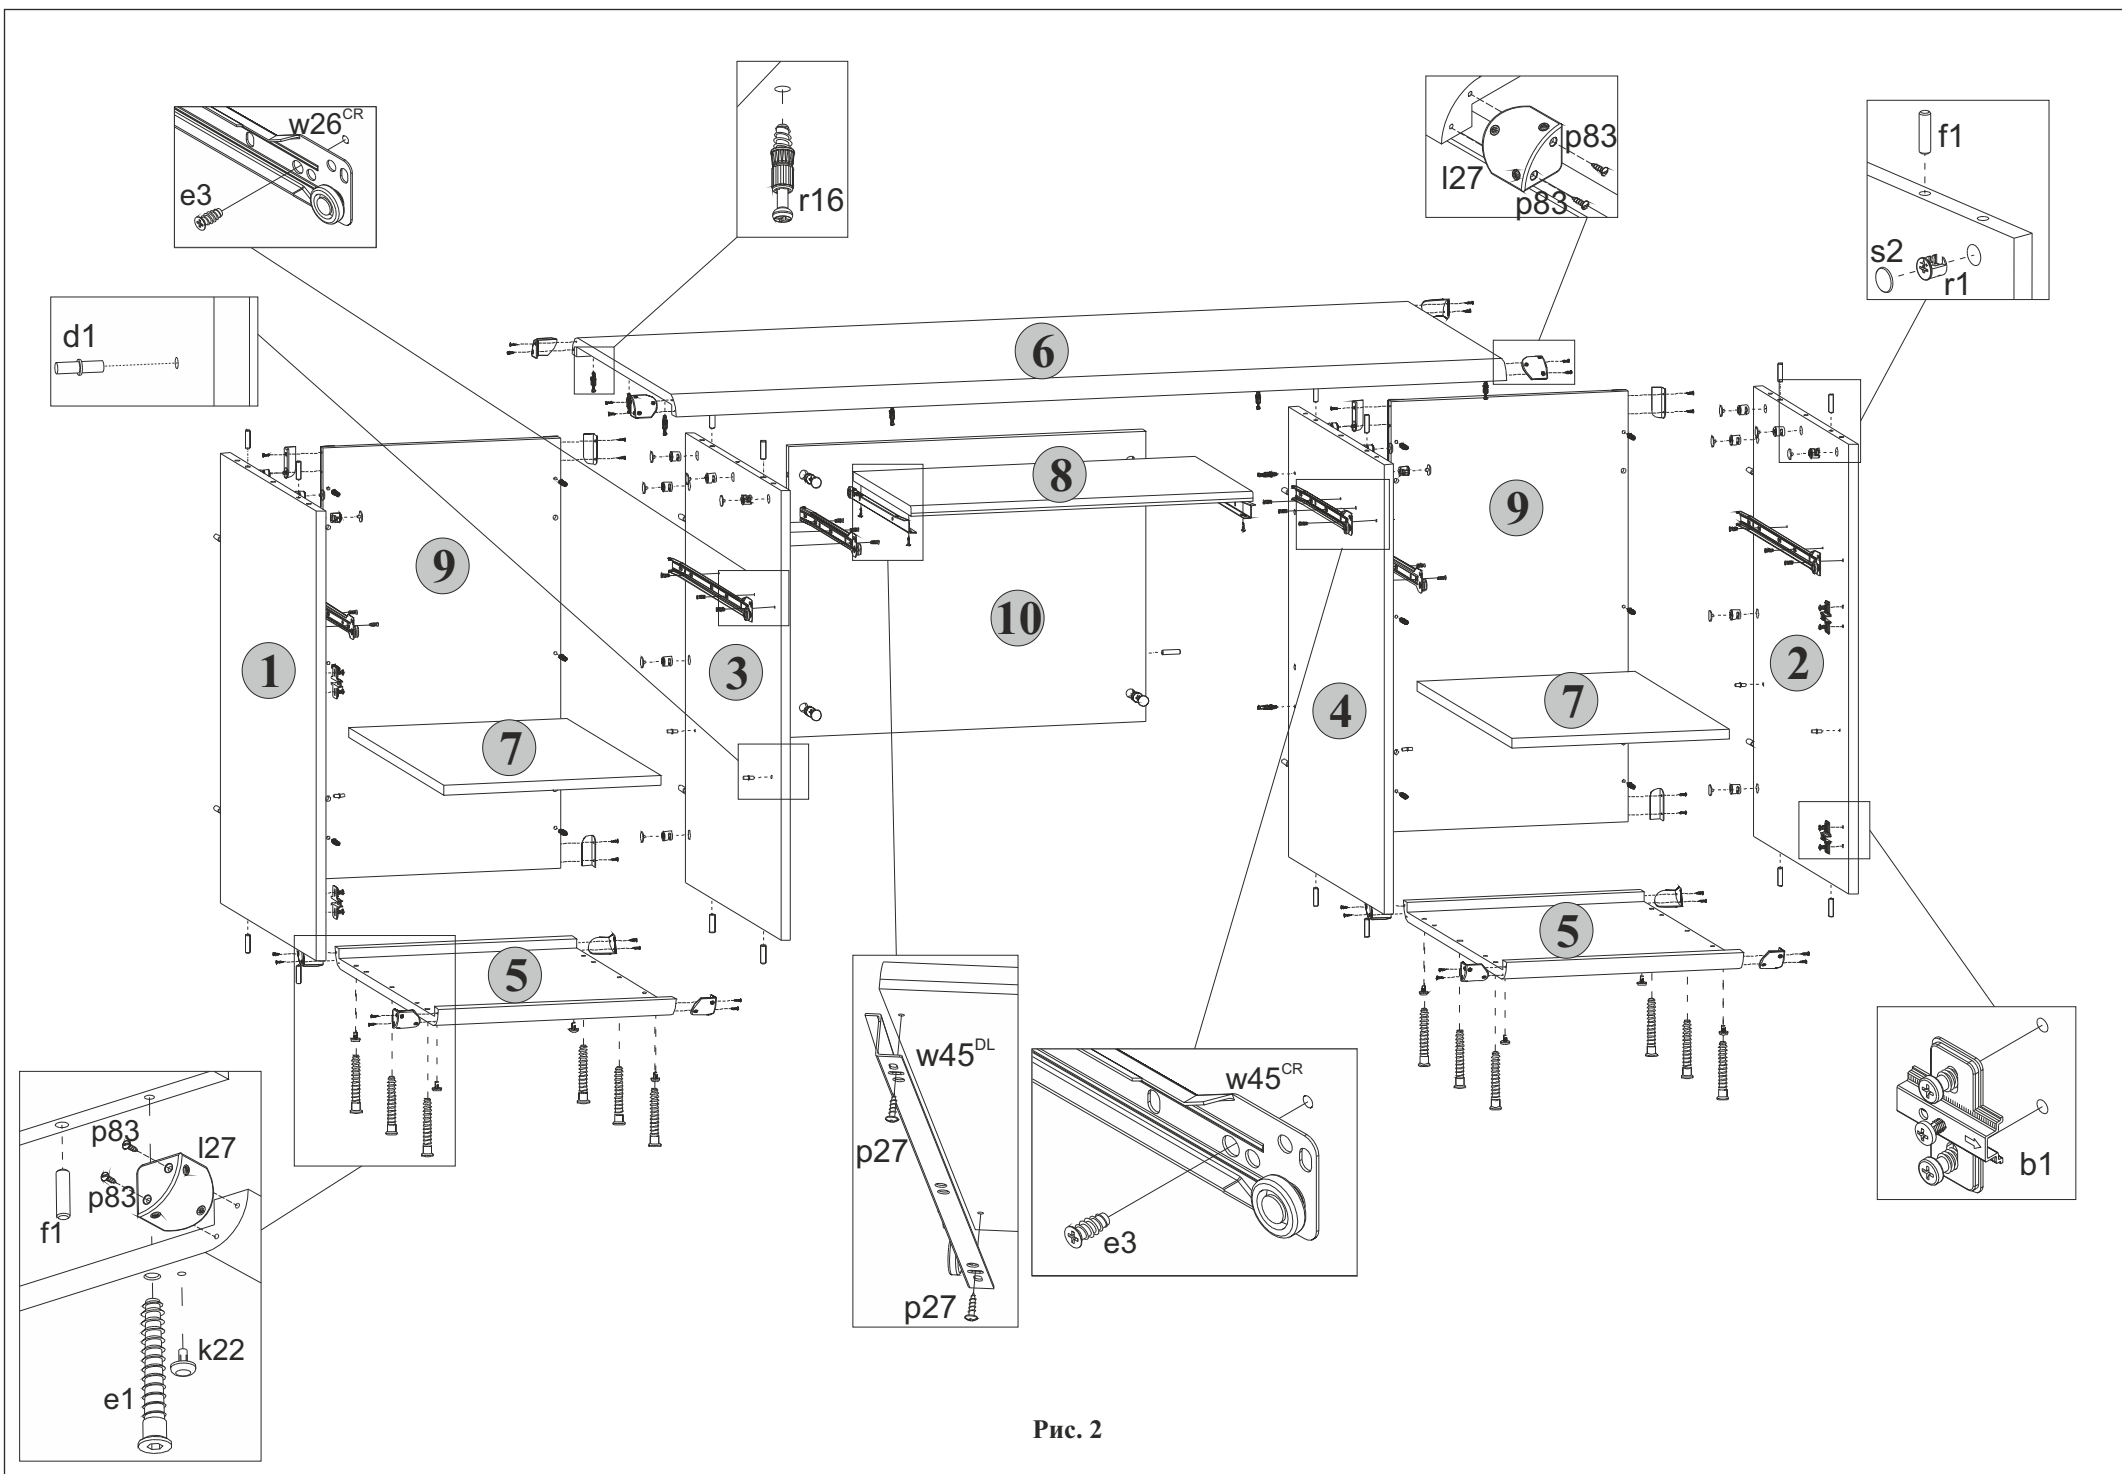

Рис. 2
5.5 В отверстия диаметром **5 мм** у фасадных кромок на правой поверхности стенки боковой **1** и на левой поверхности стенки боковой **2**, закрепить направляющие петель **b1**, пользуясь крестообразной отверткой (**см.рис. 2**).
5.6 В отверстия диаметром **5 мм** на правой поверхности стенки боковой **1**, на левой поверхности стенки боковой **2**, на левой поверхности стенки средней **3** и на правой поверхности стенки средней **4** вставить полкодержатели **d1** (**см.рис. 2**).
5.7 В отверстия диаметром **5 мм** на передних поверхностях деталей **9**, на нижней поверхности щита верхнего **6**, на правой поверхности стенки средней **3** у задней кромки и на левой поверхности стенки средней **4** у задней кромки вкрутить винты стяжки **r16**, пользуясь крестообразной отверткой (**см.рис. 2**).
5.8 На правой поверхности стенки боковой **1**, на левой поверхности стенки средней **3**, на правой поверхности стенки средней **4**, на левой поверхности стенки боковой **2** и на передней поверхности щита **10** в отверстия диаметром **15 мм** вставить стяжки эксцентриковые **r1** (**см.рис. 2**).
5.9 В отверстия диаметром **4,5 мм** на нижних поверхностях щитов нижних **5** вставить опоры полимерные **k22** (подпятники) (**см.рис. 2**).
5.11 К деталям **1 и 3** присоединить щит нижний **5** и стянуть еврошурупами **e1**, пользуясь специальным ключом **z1** из комплекта фурнитуры (**см.рис. 2**).
5.14 К правой поверхности стенки средней **3** присоединить щит **10** и затянуть стяжки эксцентриковые **r1**, пользуясь специальным ключом **z1** из комплекта фурнитуры. Стяжки эксцентриковые закрыть заглушками **s2** (**см.рис. 2**).
5.16 К деталям **2 и 4** присоединить щит нижний **5** и стянуть еврошурупами **e1**, пользуясь специальным ключом **z1** из комплекта фурнитуры (**см.рис. 2**).
5.19 К левой поверхности стенки средней **4** присоединить щит **10** и затянуть стяжки эксцентриковые **r1**, пользуясь специальным ключом **z1** из комплекта фурнитуры. Стяжки эксцентриковые закрыть заглушками **s2** (**см.рис. 2**).
5.20 К стенкам боковым **1 и 2**, а также к стенкам средним **3 и 4** присоединить щит верхний **6** и затянуть стяжки эксцентриковые **r1**, пользуясь специальным ключом **z1** из комплекта фурнитуры. Стяжки эксцентриковые закрыть заглушками **s2** (**см.рис. 2**).
5.2 В отверстия диаметром **8 мм** на задних, верхних и нижних кромках стенок боковых **1 и 2**, на задних, верхних и нижних кромках стенок средних **3 и 4**, на боковых кромках щита **10** вбить деревянные шканты **f1** (**см.рис. 2**).